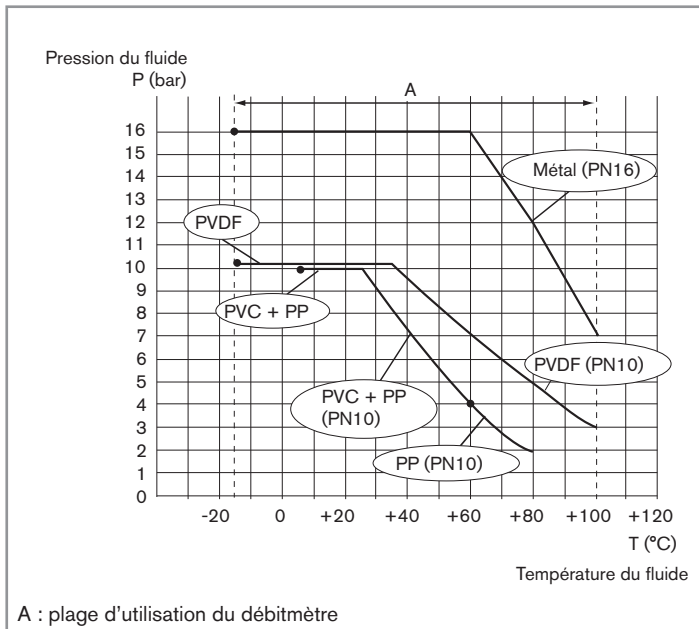

Fig. 1 : Courbes de dépendance température-pression du fluide
Pression du fluide	fonction du matériau du raccord (voir <a href="#">Fig. 1</a> au chap. <a href="#">7.1</a> )
- ▶ Tenir compte de la dépendance température-pression du fluide selon la nature du matériau du raccord utilisé (voir Fig. 1).